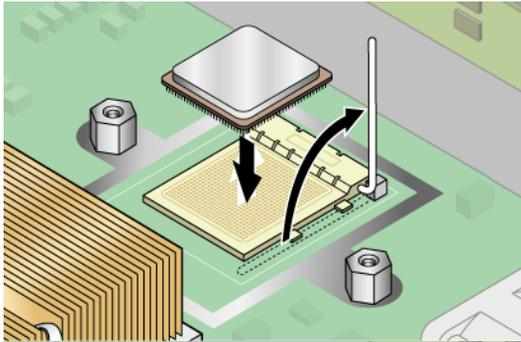

FIGURE 3-34 Installation d'une CPU dans sa fiche
2. Assurez-vous que le levier de dégagement de la fiche est en position complètement ouverte, perpendiculaire (voir FIGURE 3-34).